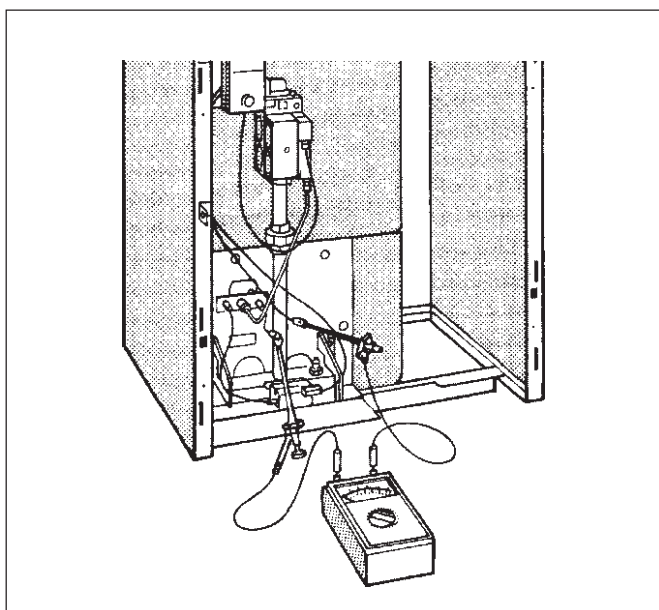

Abb. 24: Ionisationsstrom messen
- Meßgerät an Überwachungskabel und Überwachungselektrode in Reihe anschließen (Abb. 24). Am Meßgerät den μ A-Gleichstrombereich wählen.